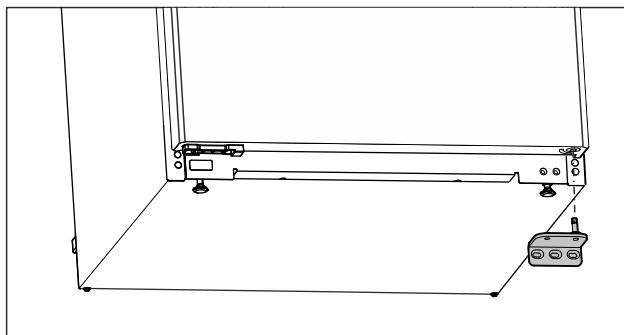

Fig. 7
- Снимите опорный кронштейн движением вниз. (см. Fig. 7)